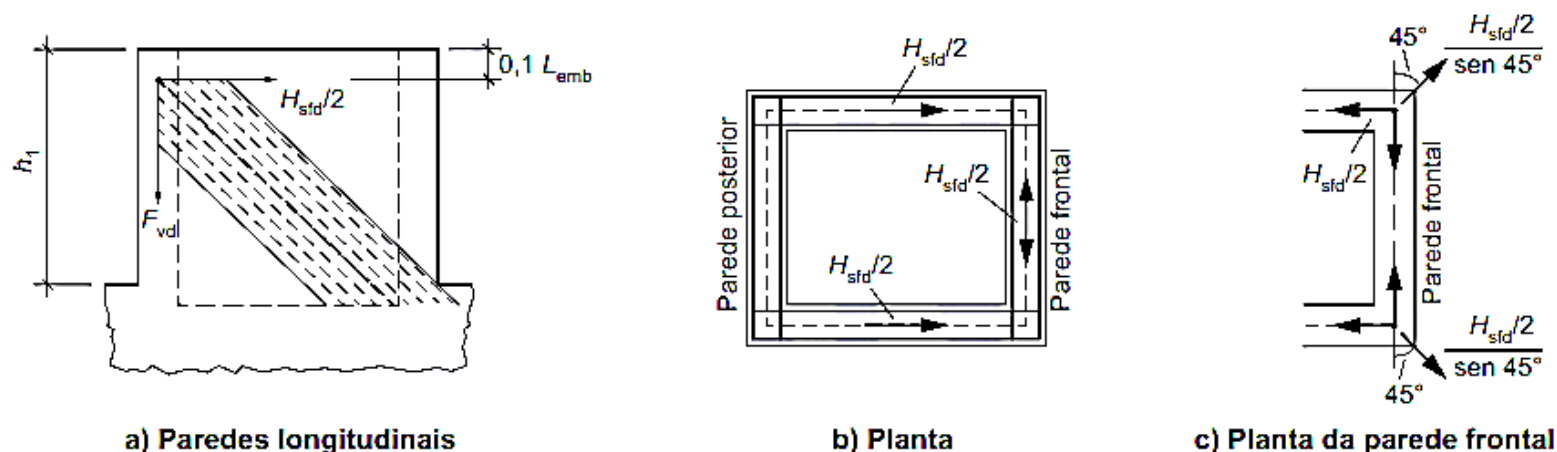

Figura 27 – Transferência dos esforços nas paredes do colarinho dos cálices de interfaces lisas ou rugosas
7.7.3.5 Para cálices com colarinho, as pressões do pilar correspondentes à resultante H_{sfd} produzem flexo tração na parede frontal. Na falta de cálculo mais rigoroso, pode-se considerar apenas a tração na parede frontal. A resultante das pressões da parede frontal é transferida para a fundação por meio das paredes longitudinais. Os modelos para cálculo das armaduras horizontais e verticais nas paredes do colarinho estão mostrados na Figura 27. Utilizar H_{sfd} para dimensionamento da armadura horizontal e F_{vd} para a armadura vertical.